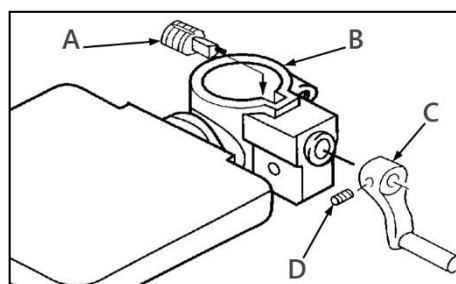
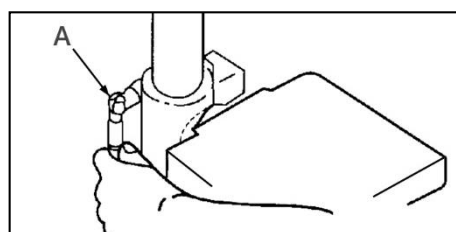

Рисунок 4.
Рисунок 6.
Вставьте вал червячной передачи (А) (рис. 4) в кронштейн стола (В) в отверстие до упора. Наденьте рукоятку (С) на вал (А) и закрепите ее с помощью установочного винта (D).
Установите рукоятку (А) фиксации рабочего стола (рис. 6).
Для перемещения стола вверх – ослабьте рукоятку фиксации и вращайте рукоятку (С) (рис. 4) по часовой стрелке, для перемещения стола вниз – вращайте рукоятку против часовой стрелки. После установки нужного положения затяните рукоятку-фиксатор (А) (рис. 6).